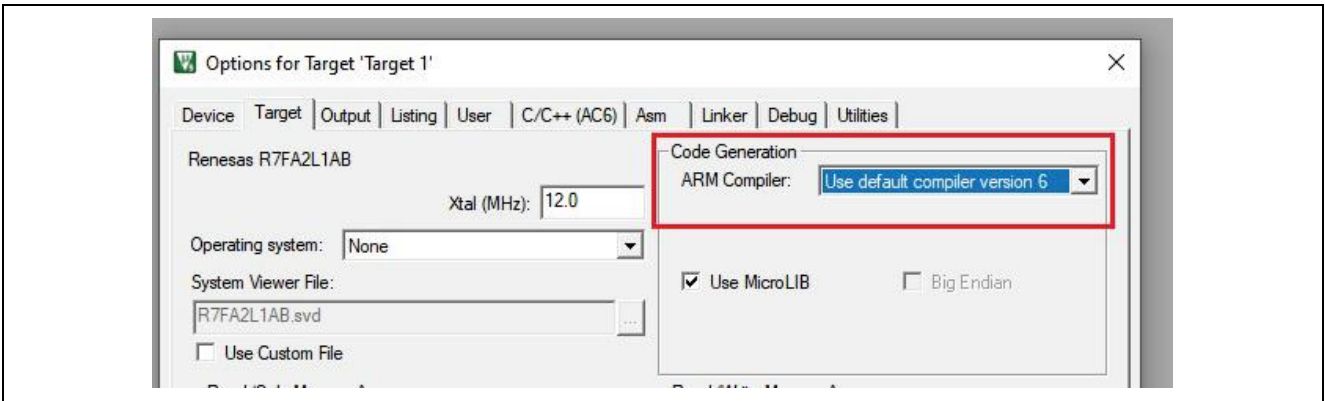

图 48. Arm Compiler 版本
2. 选择 **ARM Compiler** 版本，如图 48 所示。